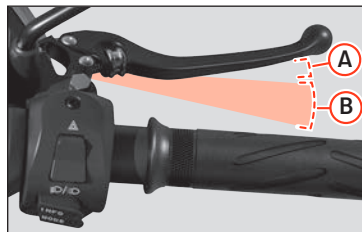

Abb. 19 Bremshebel
- Sobald man den Vorderrad-Bremshebel (rechts) zu drücken beginnt, »» **Abb. 19 (A)**, wird die Nutzbremse eingeschaltet. Dieses elektronische Bremssystem bremst das Hinterrad elektromagnetisch ab und speist die zurückgewonnene Energie in die Batterie.
- Drückt man den Bremshebel weiter, »» **Abb. 19 (B)** so spricht auch die mechanische Bremse am Vorderrad an. Je größer der Druck, desto stärker ist die Bremswirkung.